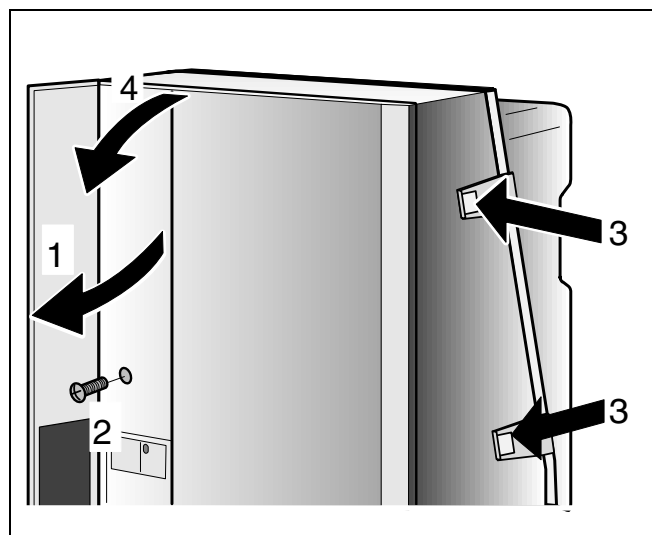

Abb. 2 Verkleidung abnehmen
- Abdeckung des Bedienfeldes öffnen (Abb. 2, Pos. 1).
- Schraube entfernen (Abb. 2, Pos. 2).
- Schnappverschlüsse öffnen (Abb. 2, Pos. 3).
- Verkleidung nach vorn abnehmen (Abb. 2, Pos. 4).